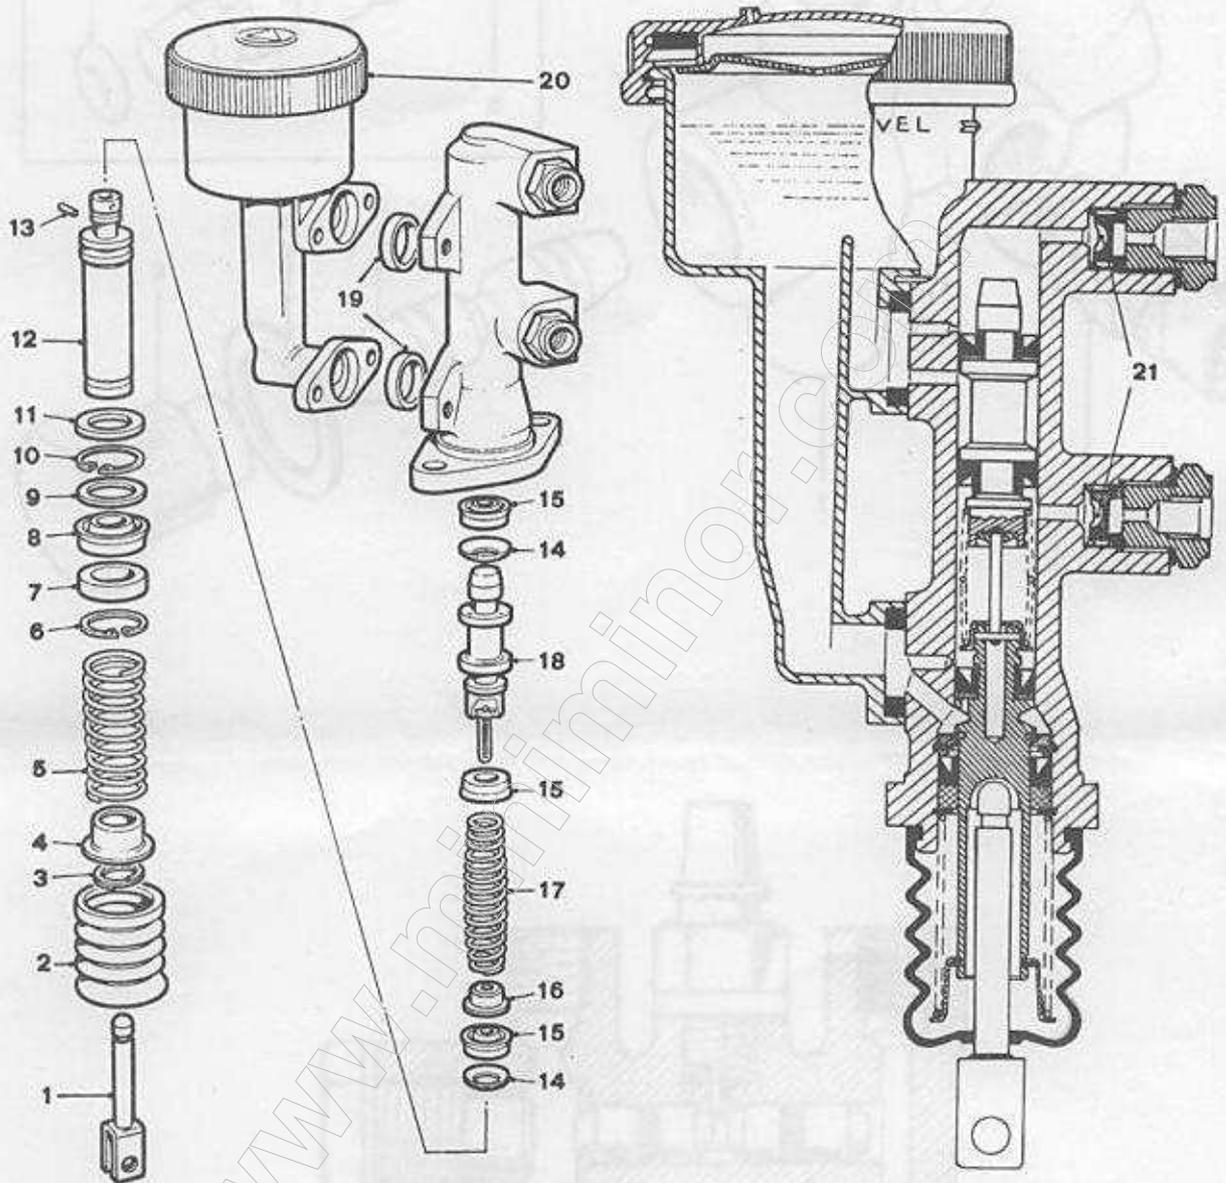

Fig. 2 - Viste in esploso ed in sezione della pompa comando freni
Fig. 2 e 3 - Sezioni del cambio sui comandi
- 3 - La pompa comando (Ved. fig. 2) è dotata di due pistoncini in tandem, uno per il circuito anteriore, l'altro per il posteriore.
- 4 - Il serbatoio liquido freni (Ved. fig. 2), montato sulla pompa, è diviso in due sezioni ciascuna delle quali alimenta uno dei due circuiti. In caso di svuotamento di una sezione per avaria al circuito dipendente, l'altra rimarrà piena e potrà alimentare il circuito efficiente, per una frenata di emergenza.